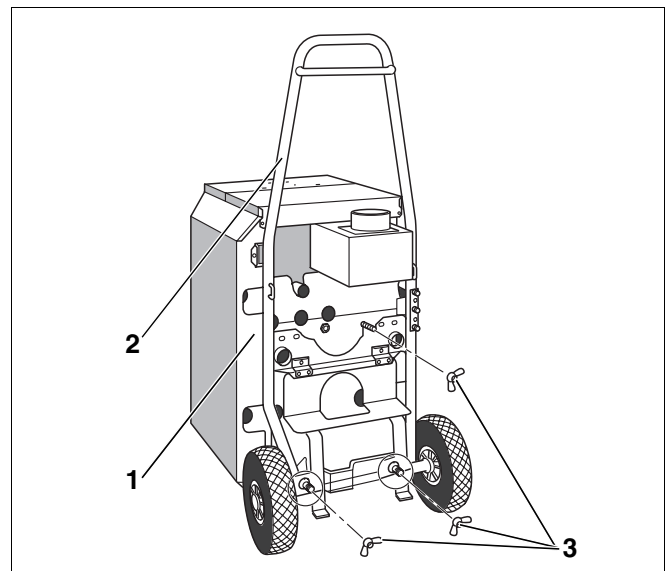

Fig. 4 Asigurați cazanul de incalzire pe transpalet
- Poziționați căruciorul pentru (Fig. 4, **Poz. 2**) transport cazan (Fig. 4, **Poz. 1**) în partea din spate a cazanului.
- Fixați căruciorul (Fig. 4, **Poz. 2**) cu trei piulițe (Fig. 4, **Poz. 3**) de partea din spate a (Fig. 4, **Poz. 1**) cazanului.